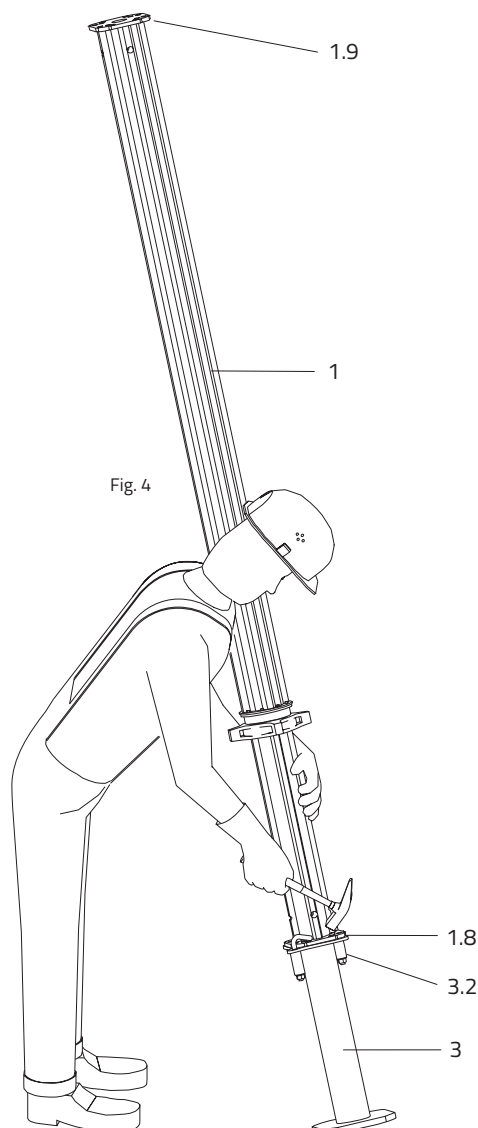

Fig. 4
3. Slå klemmekløerne **3.2** ind over støttens fodplade resp. topplade med en hammer. Fig. 4